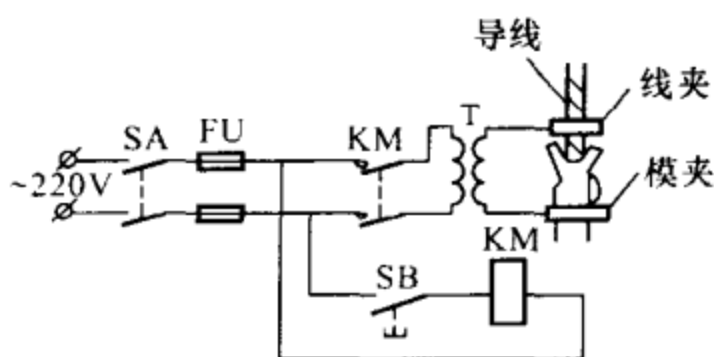

图 1-5 瓶模焊接设备及控制示意图
(2) 焊接设备及控制。如图 1-5 所示, 主要设备由控制开关 SA、熔断器 FU、接触器 KM、焊接变压器 T、脚踏开关 SB、线夹、模夹等组成。焊接变压器的容量不小于 2.5kVA, 一次侧 220V、二次侧 4~10V, 可通过改变二次绕组匝数而改变输出电
- 2) 设备除焊钳外，其他参见图 1-5 所示。